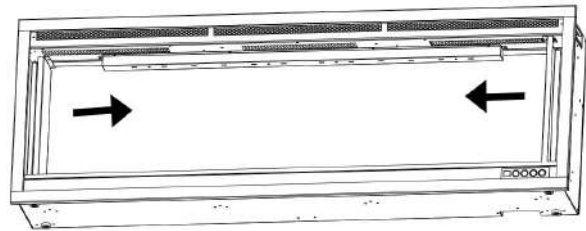

Fig. 2-2
2. Estrarre le due staffe metalliche. **Fig.2-2**